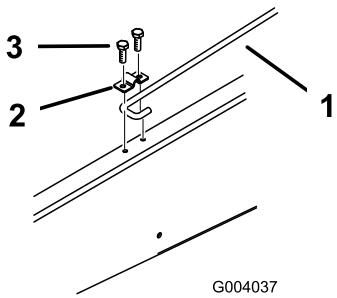

図 13
6. 安全サポートのクリップをフレームに固定しているボルトをゆるめ、クリップの下側に安全サポートの J 型フックをはさむ(図 13)。
7. ボルトを締めつけ、新しいボルト ((5/16 x 3/4 インチ)) でクリップのもう一方の側を固定する(図 13)。